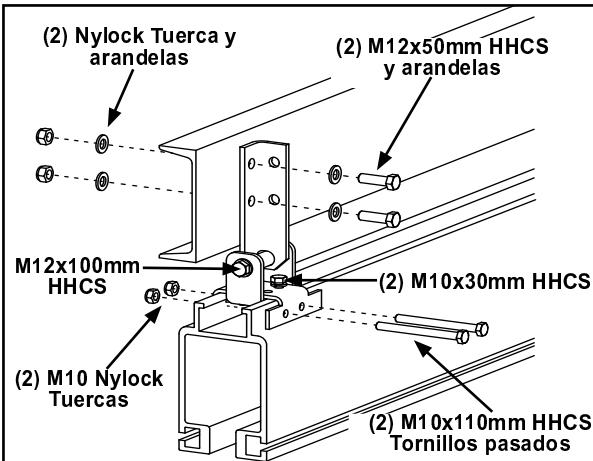

Figura 3-7
Paso 5. Alinee los orificios con los soportes de montaje con los del soporte de Canaleta-C. Vea Figura 3-7.
Paso 6. Inserte dos (2) Tornillos M12 x 50 mm HHCS con arandela plana M12 atreves del soporte de montaje de Percha y canaleta-C. Instale dos (2) Tuercas Nylock M12 con arandelas. **Apriete hasta asentar tornillos + 1/4 vuelta**. No apriete de más. Apretar de más puede causar que el soporte ser doble.
Paso 7. Asegure el soporte de montaje al riel apretando dos (2) M10 x 30 mm HHCS Hasta que las arandelas de seguridad estén planas. No apriete de más.